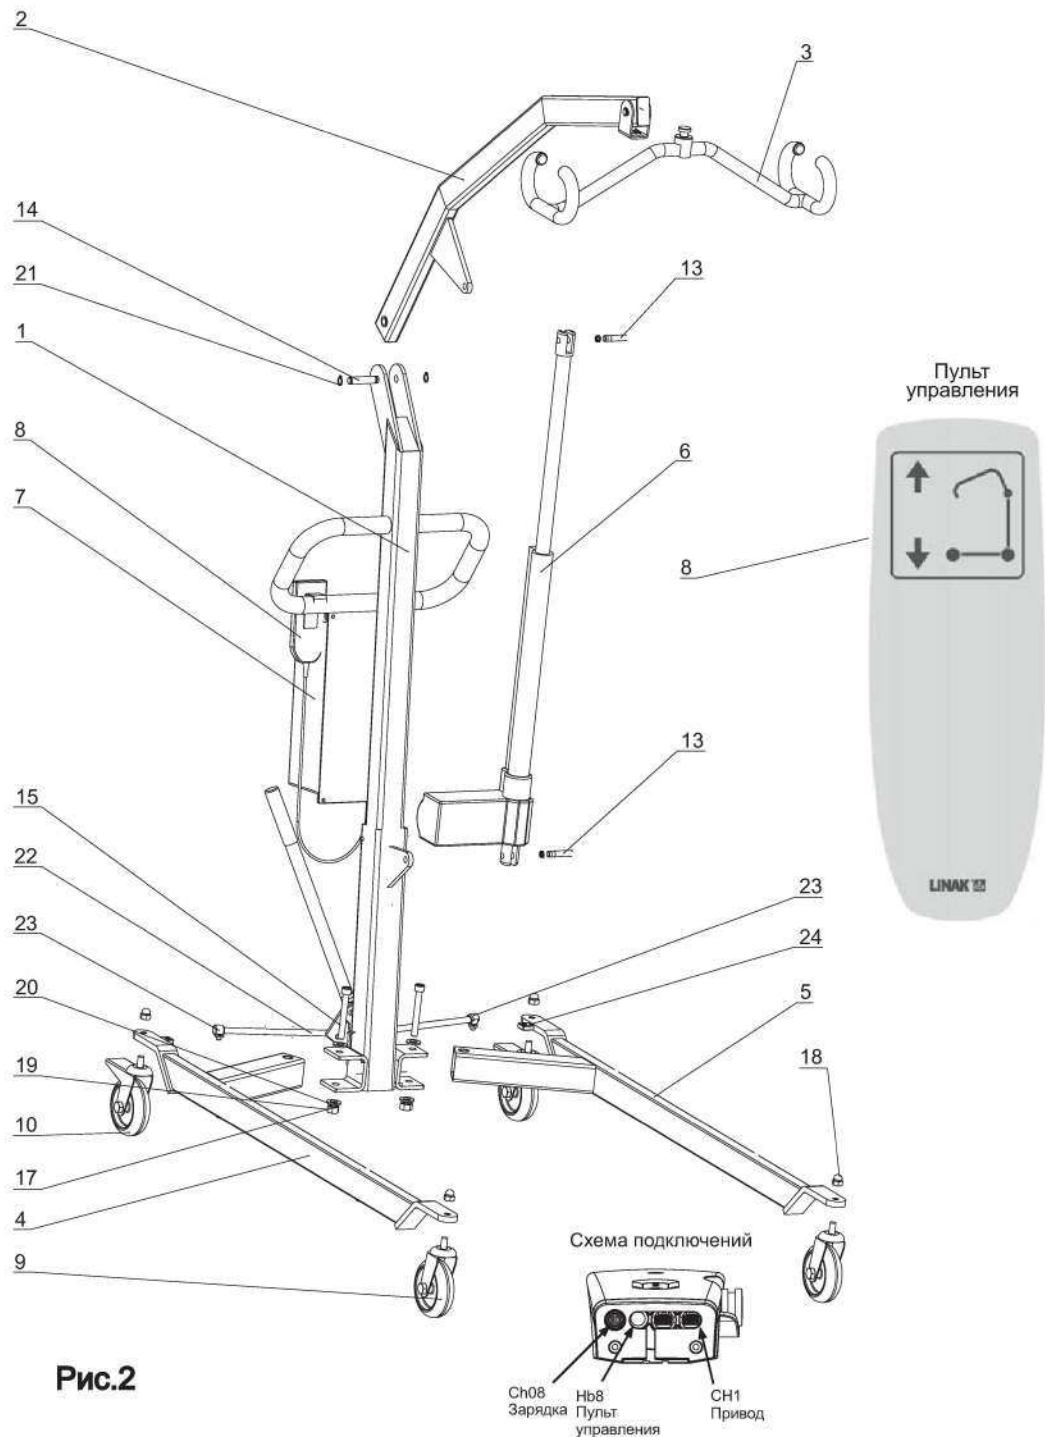

Рис.2
- 5.3. Сборку подъемника следует проводить в следующем порядке (рисунок 2).
- 5.3.8. Подключить исполнительные устройства согласно (рис.2).
- 5.3.12. Нажимая кнопки вверх или вниз (рис.2) начать использование привода.